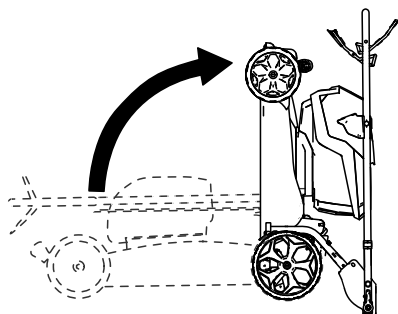

Figura 20
5. Dobre a pega para a frente para a posição totalmente para a frente como se mostra na Figura 20.
6. Eleve a frente da máquina pela pega e mova-a para o local de armazenamento (Figura 20).